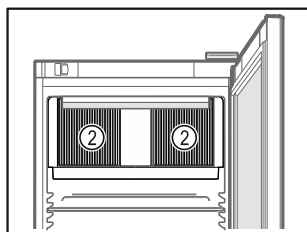

Fig. 31
- Cirkuliuojančio oro ventiliatoriaus vėsavimo plyšiai Fig. 31 (2) viduje turi būti neuždengti.